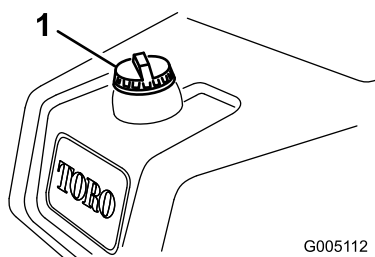

Figura 28
1. Limpie alrededor del tapón del depósito de combustible y retire el tapón (Figura 28).